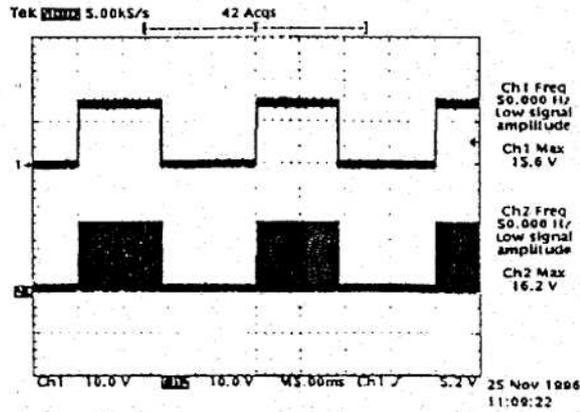

fig. 1
- ❹ - Sarà ora possibile agendo lentamente in senso orario su **RV8** visualizzare la forma d'onda visibile sul ch1 di fig.1).
Successivamente spostare le sonde sui **catodi dei diodi zener D43 - D44 e GND** (ottenendo così la forma d'onda di ch2 di fig.1):